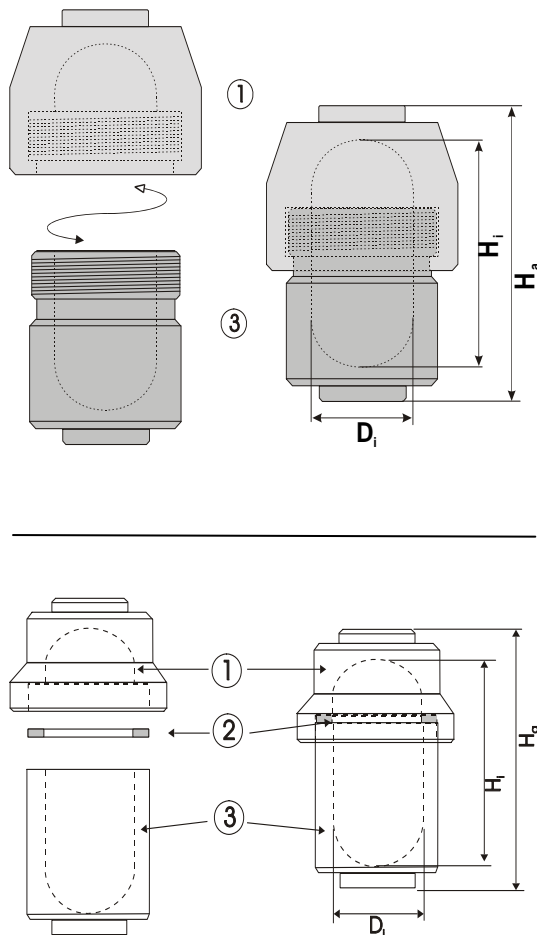

Abb. 2: Schüttelgefäße
- Beachten Sie auch Abbildung 2 in Kapitel 3 dieser Anleitung.